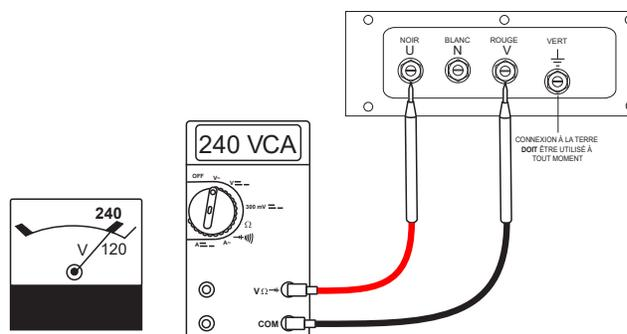

Figure 22. Vérification de la tension de la borne de sortie (240 VCA)
- Mesurez la tension aux bornes de sortie. La lecture entre les bornes **U** et **V** (Figure 22) doit être de 240 VCA.